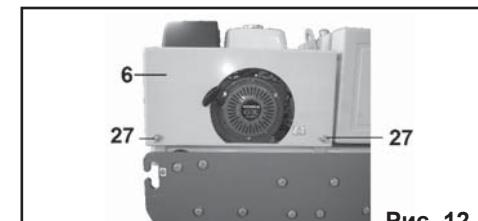

Рис. 12
8.1.2. Для проверки уровня масла в картере двигателя снимите капот (6). Для этого открутите четыре барашковых винта (27) (Рис. 12, 13).
8.1.9. Установите капот (6) на место, зафиксируйте его четырьмя баращковыми винтами (27) (Рис. 12, 13).